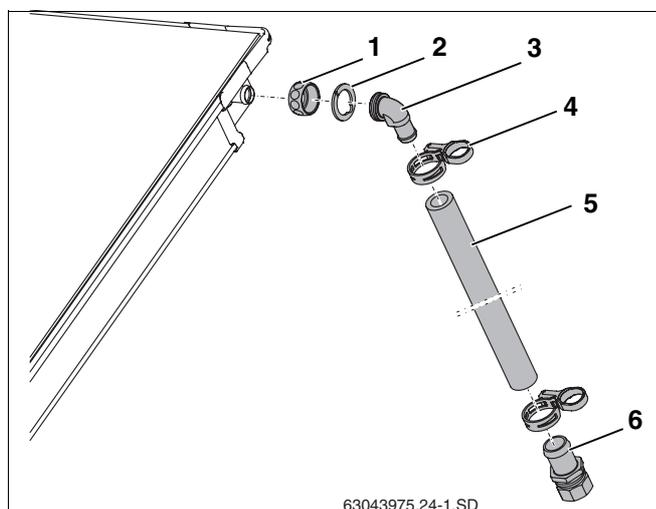

Fig. 35 Monter la conduite de départ
- Glissez l'écrou-raccord (fig. 35, **pos. 1**) sur les raccordements des capteurs.
- Poser la rondelle de serrage (fig. 35, **pos. 2**) derrière le renflement du raccordement de capteur et presser l'un contre l'autre.
- Appuyer l'embout coudé avec joint torique (fig. 35, **pos. 3**) contre le raccordement, positionner et visser avec l'écrou-raccord.
- Glissez le tube solaire long (1000 mm, fig. 35, **pos. 5**) sur l'embout coudé et fixer avec la bride du compensateur (fig. 35, **pos. 4**).
- Insérer l'embout de tuyauterie avec raccord-union par anneau de serrage (fig. 35, **pos. 6**) jusqu'à la butée dans le tube solaire et fixer avec la bride du compensateur.
- Raccorder le tube collecteur à l'embout R $\frac{3}{4}$ avec le raccord-union par anneau de serrage (18 mm) (fig. 35, **pos. 6**).